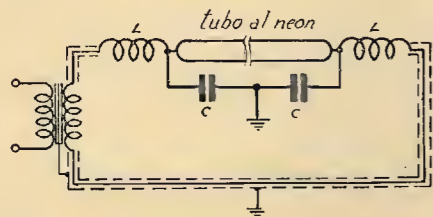

Fig. 5. - Dispositivo antiperturbatore per insegne luminose.
c) INSEGNE LUMINOSE. — Un altro apparato che va moltiplicandosi nelle città e che è fonte di disturbi notevoli è rappresentato dalle insegne luminose colorate al neon o all'elio — per quanto gli installatori neghino questo fatto. — Anche con una installazione eseguita a regola d'arte, i disturbi vengono prodotti con notevole intensità. Il dispositivo antiperturbatore è indicato in fig. 5. In esso si vede che, dopo avere impedito che le oscillazioni di corrente vadano lontano dal tubo contenente il gas, i collegamenti sono completamente schermati e lo schermo viene messo a terra allo scopo di eliminare ogni possibilità di radiazione da parte dei conduttori.